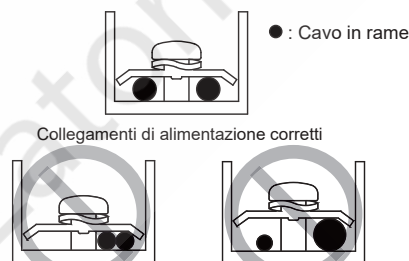

Figura 11.2
- Non collegare due cavi di alimentazione con diametri diversi allo stesso morsetto di alimentazione (può causare il surriscaldamento dei fili a causa del cablaggio allentato) (Vedi Figura 11.2).